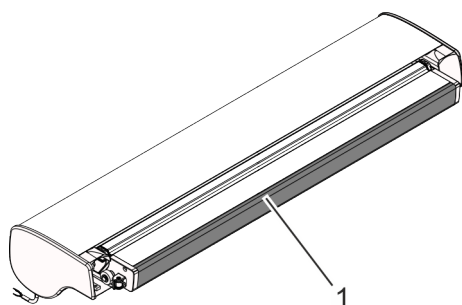

Abb. 32: Revisionsdeckel
- 13.** Revisionsdeckel (Abb. 32/1) schließen.